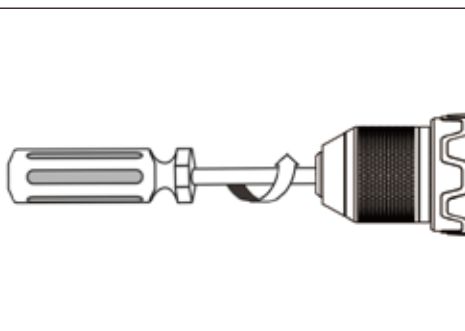
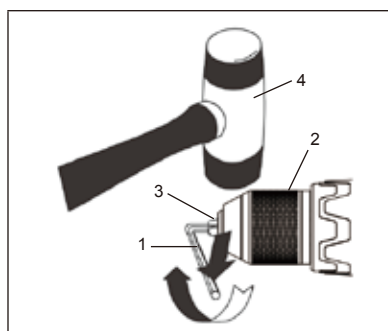

FIG. 14
FIG. 16
6. Retirez la vis du mandrin à l'aide d'un tournevis n° 2 ⊕ (Fig. 14).
2. Insérez une clé hexagonale (1) de 5/16 po /8 mm ou plus dans le mandrin (2), puis serrez fermement les mâchoires du mandrin (figure 16). Assurez-vous que la totalité des mâchoires (3) du mandrin épouse les surfaces plates de la clé hexagonale.
3. Tapez fortement sur la clé hexagonale avec un maillet (4) dans le SENS HORAIRE. Cette action desserrera la vis dans le mandrin pour faciliter le retrait.
5. Retirez la vis du mandrin à l'aide d'un tournevis n° 2  (Fig. 14).